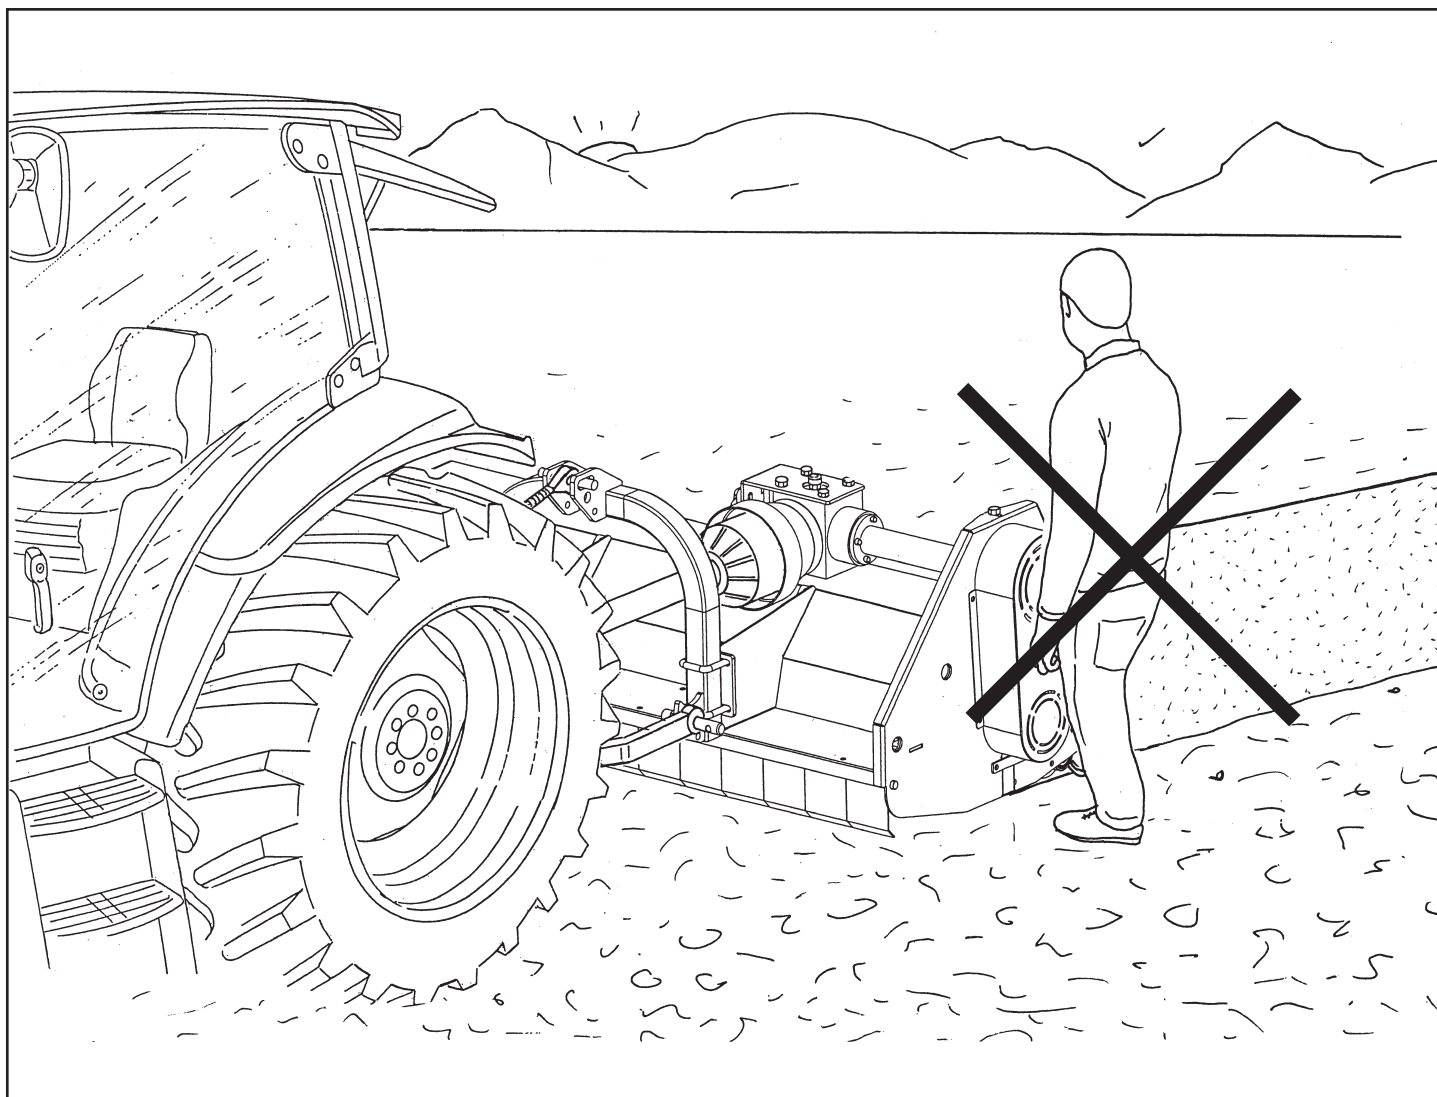

Fig. 3
- Fare attenzione che nessuna persona estranea, specie durante l'avanzamento della macchina, incautamente inserisca un piede sotto alla macchina (**Fig. 3**) o al rullo posteriore in quanto un abbassamento della macchina, per qualsiasi causa anche imprevedibile (ad esempio un cedimento del terreno o l'abbassamento del sollevatore) potrebbe causare lo schiacciamento con conseguente lesioni molto gravi e irreversibili.
- Take care to make sure no outsider accidentally inserts a foot under the machine, (**Fig. 3**) or the rear roller, particularly while it is moving, since lowering of the machine, even any unexpected reason whatsoever (for example, yielding of the ground or lowering of the lift) can cause crushing resulting in very serious and irreversible injuries.